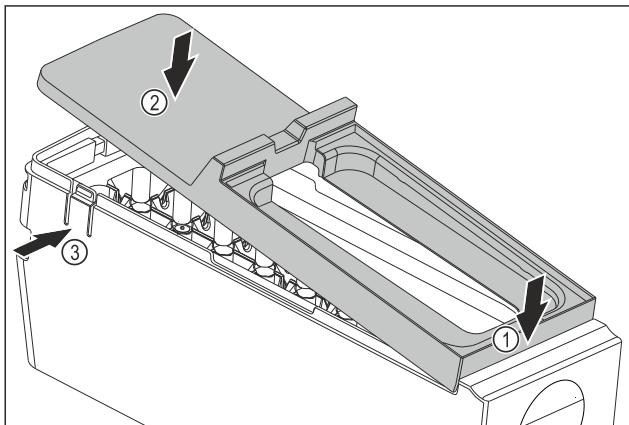

Fig. 85
- Montirajte poklopac tijela sustava EasyTwist-Ice: Postavite poklopac sprijeda. Fig. 85 (1)
- Spustite poklopac straga. Fig. 85 (2)
- Poklopac će se čujno uglaviti u oba jezička Fig. 85 (3).